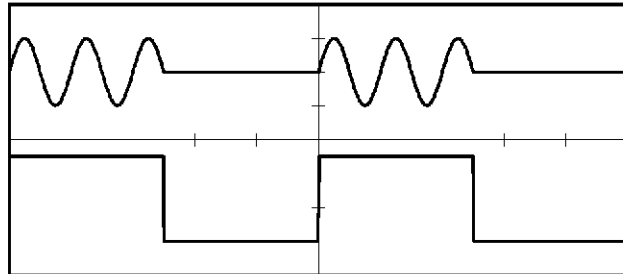

図 8-18 ゲーテッド (レベル)、Pos の波形
44. 図 8-18 のように、トリガ信号がハイの間だけ正弦波信号が出力していることをオシロスコープで確認します。